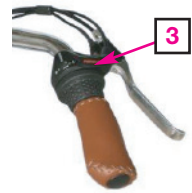

Abb. 14
Um einen Gang zu wechseln, halten Sie während der Fahrt kurz mit der Tretbewegung inne – keinen Druck auf die Pedale ausüben! – und drehen Sie den Schaltdrehgriff (3) am rechten Lenkergriff in die gewünschte Richtung (siehe Abb. 14).